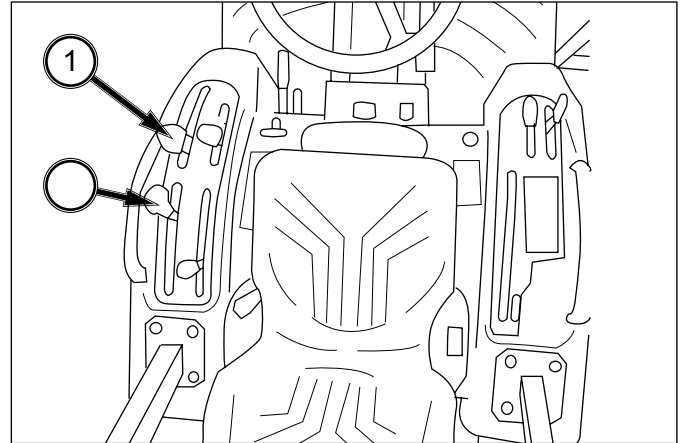

FIG. 5-4
FIG. 5-4: Le levier de sélection de rapport, 1, sélectionne un des quatre rapports. Ces rapports sont combinés par le levier de sélection de plage, 2. Le levier de sélection de plage (2) procure des changements de vitesse de déplacement importants. Le levier de changement de rapport procure des changements de vitesse de déplacement plus limités.